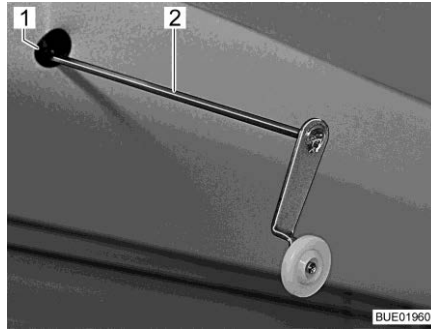

Fig. 140 Manovella per esercizio di emergenza
- Inserire nell'alloggiamento (Fig. 140,1) del motore la manovella (Fig. 140,2) a disposizione o una chiave esagonale. L'alloggiamento si trova nell'incavo del diaframma in alto a sinistra sul letto basculante.